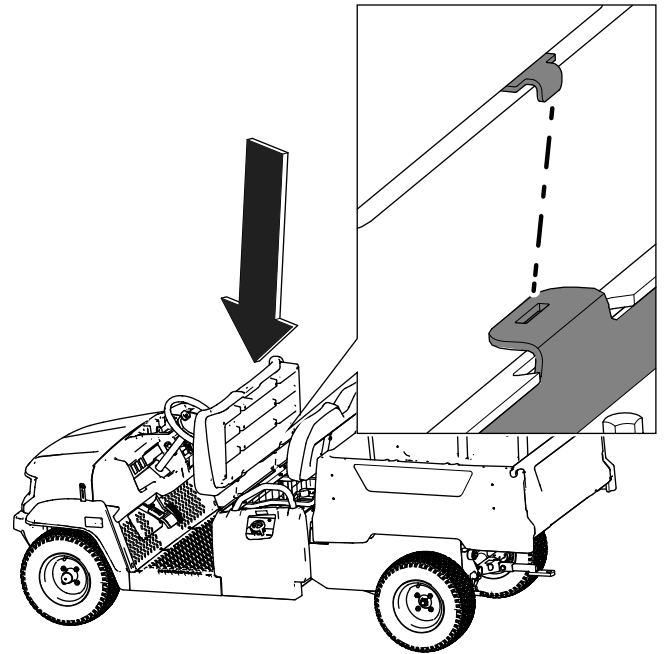

Figura 33
1. Coloque el cojín del asiento corrido sobre el soporte (Figura 33).